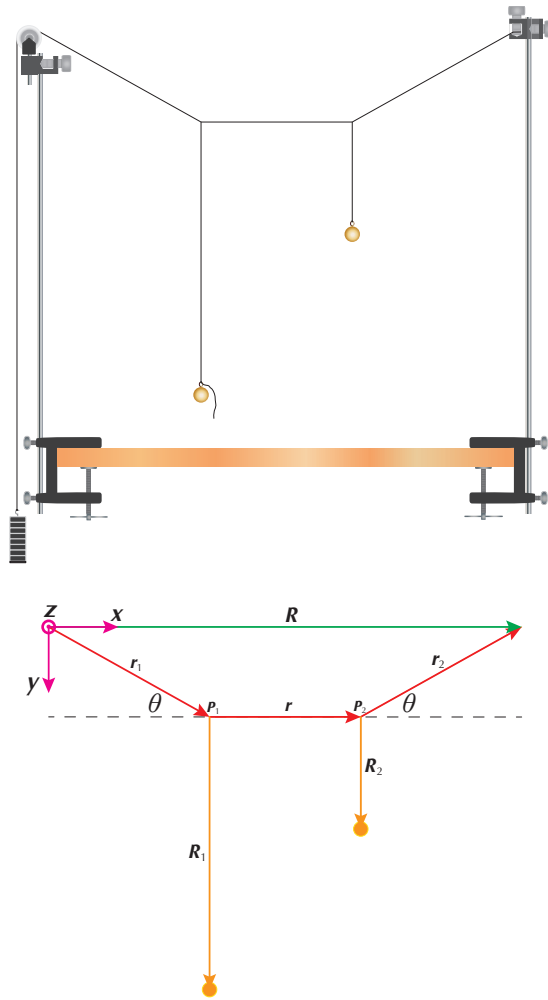

Figura 5.1
En la Figura 5.1 se muestran dos péndulos simples acoplados por una cuerda fija entre sus puntos de suspensión. Este sistema es un buen ejemplo para describir la resonancia mecánica. Aunque es un sistema acoplado con dos modos normales de oscilación, es equivalente a un oscilador forzado armónicamente. En este caso, el primer péndulo actúa como agente externo para impulsar el segundo con una frecuencia proporcional a la superposición de las frecuencias de los modos normales.
Los péndulos de la Figura 5.1 fueron analizados por Moloney en un artículo publicado en 1978¹. En él, se describe que cada cuerda experimenta una fuerza por unidad de longitud. Por ejemplo: la tensión en la cuerda que une los puntos de suspensión P_1, P_2 es $t = kr$, mientras que la tensión en la cuerda que sostiene la masa del primer péndulo es $T_1 = -K_1 R_1$. Donde k, K representan la fuerza por unidad de longitud que puede soportar cada una de las cuerdas (ver Figura 5.1). Estas constantes se pueden calcular por suponer que la suma de todas las fuerzas sobre los puntos P_1 y P_2 es nula, debido a que la masa de esos puntos es despreciable.
Según el sistema de referencia mostrado en la Figura 5.1, la suma de todas las fuerzas en P_1 y P_2 es:
donde $\mathbf{R}_1, \mathbf{R}_2, \mathbf{R}, \mathbf{r}_1, \mathbf{r}_2$ son vectores de posición mostrados en la Figura 5.1. Recuerde que el vector \mathbf{R} no se mueve ($\ddot{\mathbf{R}} = 0$).
- * Procure que el sistema siempre esté bien alineado conservando la simetría mostrada en la Figura 5.1.